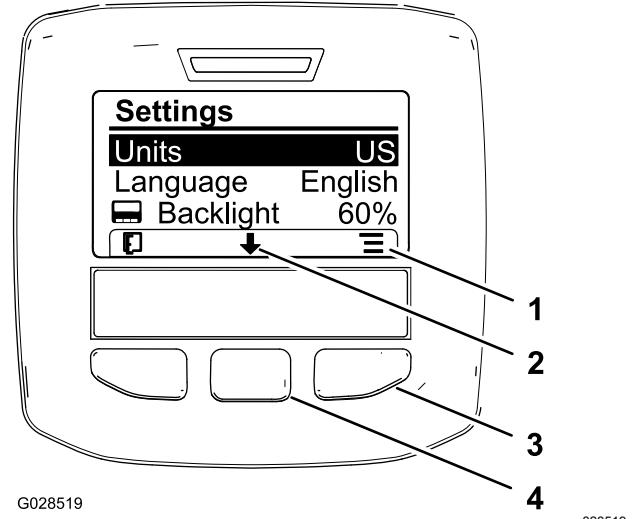

Figure 62
2. Pour changer d'unité de mesure, appuyez sur le bouton de sélection droit pour changer la liste des unités affichées (Figure 62).
3. Pour changer la langue de l'affichage, appuyez sur le bouton de sélection central (situé sous la flèche vers le bas dans l'affichage) pour déplacer l'option sélectionnée à Langue (Figure 62).
4. Appuyez sur le bouton de sélection droit (situé sous l'icône de liste dans l'affichage) pour mettre en surbrillance la langue qui sera utilisée dans l'affichage (Figure 62).
6. Appuyez sur le bouton de sélection gauche pour retourner à l'écran d'accueil (Figure 62).